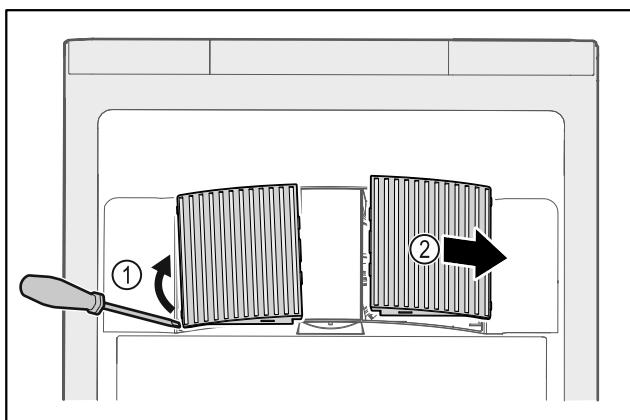

Fig. 173
- Pokrov ventilatorja previdno dvignite s strani Fig. 173 (1) in ga odstranite v smeri naprej Fig. 173 (2).